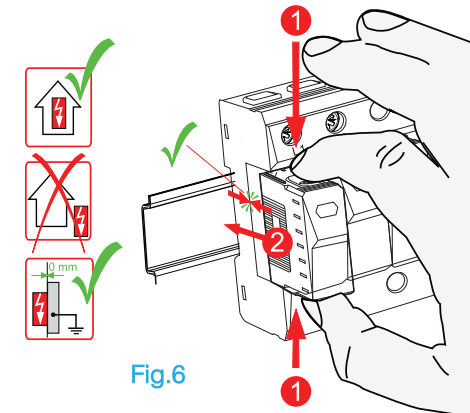

Fig.6
- 3 Installare la nuova cartuccia assicurandosi che vada in battuta. Fig.6
- 3 Install new cartridge. Fig.6